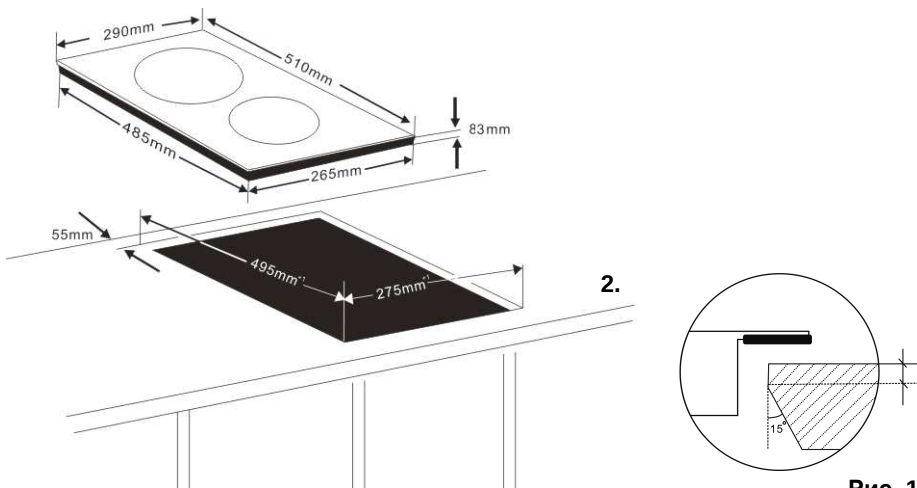

Рис. 1
3. В столешнице вырезать отверстие согласно данным рисунка ниже. (**Рис. 1**)
4. В качестве альтернативы для указанного выше способа, индукционную плиту можно монтировать на одном уровне с поверхностью столешницы, если она выполнена из нержавеющей стали или другого материала, стойкого к воздействию высоких температур. (**Рис. 1**)